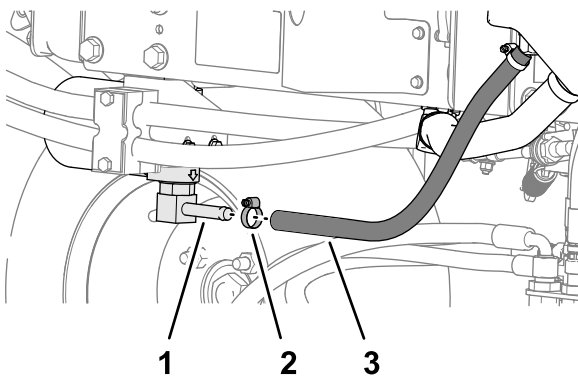
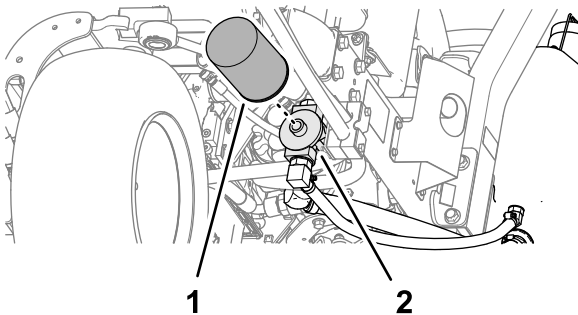

Bild 88
Bild 89
2. Klemmen Sie die Hydraulikölleitung ab (Bild 88) oder entfernen den Hydraulikölfilter (Bild 89) und lassen Sie das Hydrauliköl in ein Auffanggefäß ablaufen.